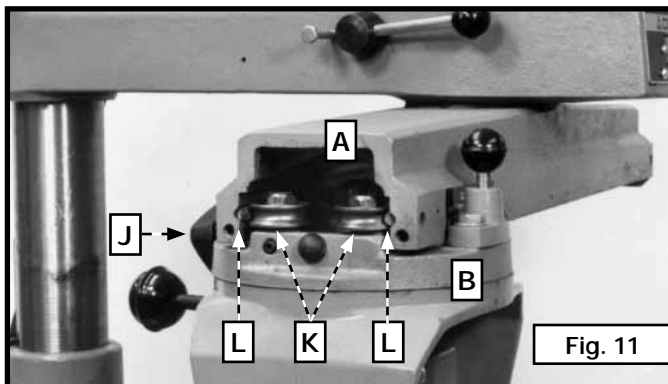

Fig. 11
8. Soulever l'ensemble de la tête de coupe (B) fig. 11. Insérer les roulements à rouleau (K) dans l'ensemble du bras sur rail.
REMARQUE : S'assurer que les roulements à rouleau (K) roulent sur les tiges de guidage (L). Insérer l'ensemble de la tête de coupe (B) fig. 11, dans l'ensemble du bras sur rail (A). Serrer la pince de la tête de coupe (J) fig. 11.